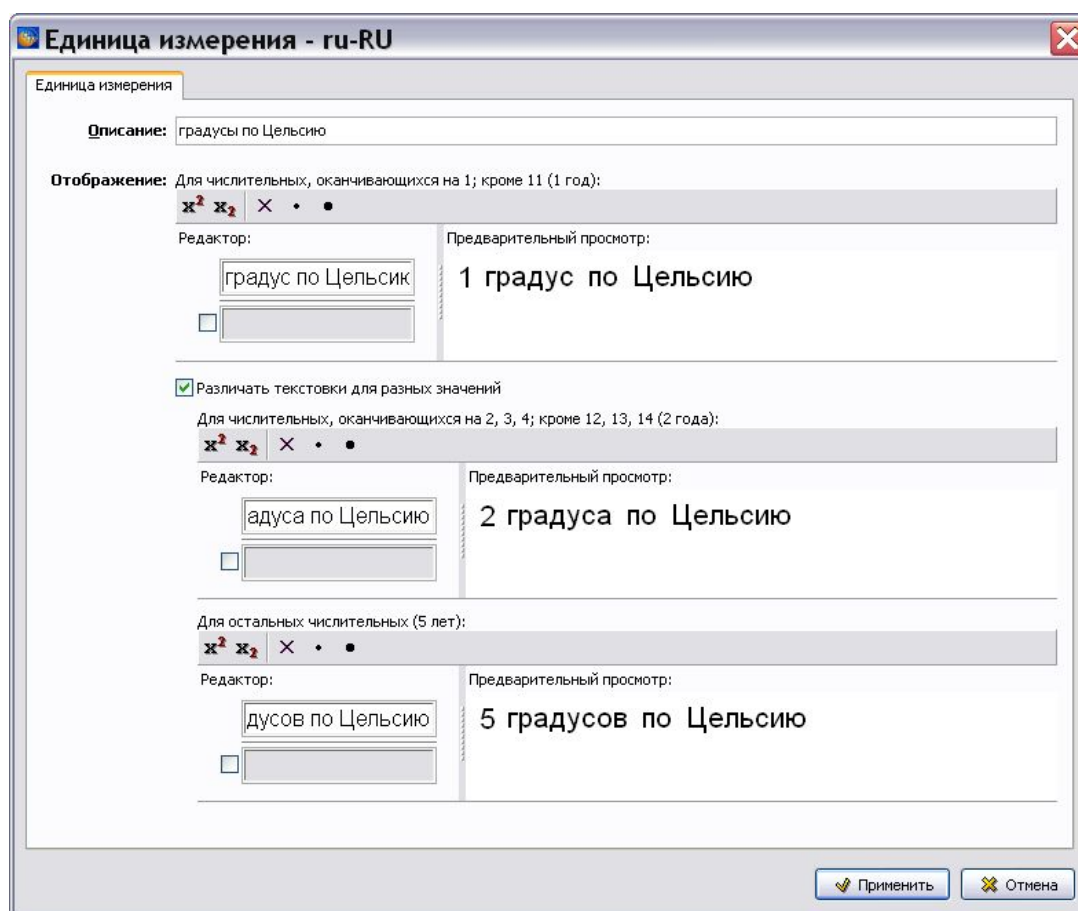

Рис. 2.115
4. Введите отображение единицы измерения для разных числительных (Рис. 2.115).